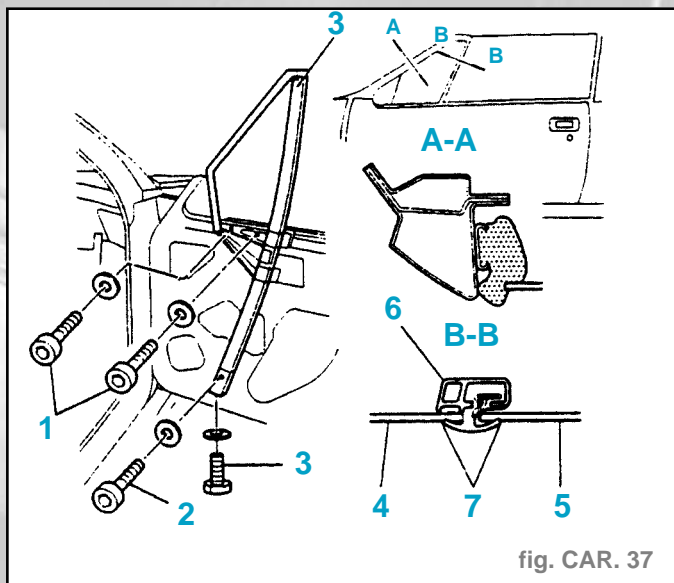

fig. CAR. 37
- Déposer (fig. CAR. 37) :
- les fixations (1),
- la fixation (2),
- la fixation (3).
- Sortir la vitre (4) par le haut, en tirant dessus.
- Libérer le patin de guidage de la vitre mobile (5) de la coulisse (6).
- la fixation (3),
- les fixations (1) et (2).
- Respecter les jeux et affleurement par rapport à la baie de pare-brise (section AA) ainsi que la position des vitres par rapport à la coulisse (6) (section BB) (fig. CAR. 37).
- De l'intérieur du véhicule, serrer progressivement les fixations (1) et (2).
- Serrer modérément la fixation (3).
- Vérifier que les lèvres (7) appuient simultanément sur les vitres (4) et (5).